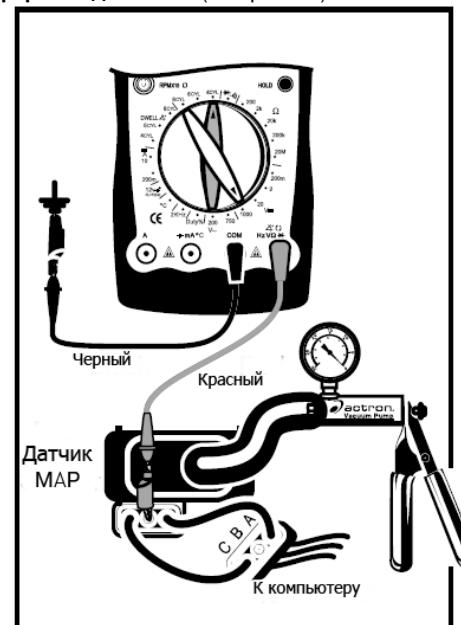

Рис. 24
#### 4. Датчик абсолютного давления в коллекторе (MAP) и атмосферного давления (См. рис. 24)
- (1) Подключите датчик расхода воздуха (выдающий постоянное напряжение), как описано в методике измерения постоянного напряжения, и установите поворотный переключатель в положение **20VDC**.
- (2) Подключите датчик расхода воздуха частотного типа, как указано в методике измерения частоты вращения, и выберите количество цилиндров в двигателе автомобиля.
- (3) Для примера возьмем 4 цилиндра. Подключите черный тестовый щуп мультиметра к клемме заземления, а красный тестовый щуп как показано на рис. 24.
- (4) Поверните ключ зажигания, но не запускайте двигатель.
- (5) Отображаемые значения: